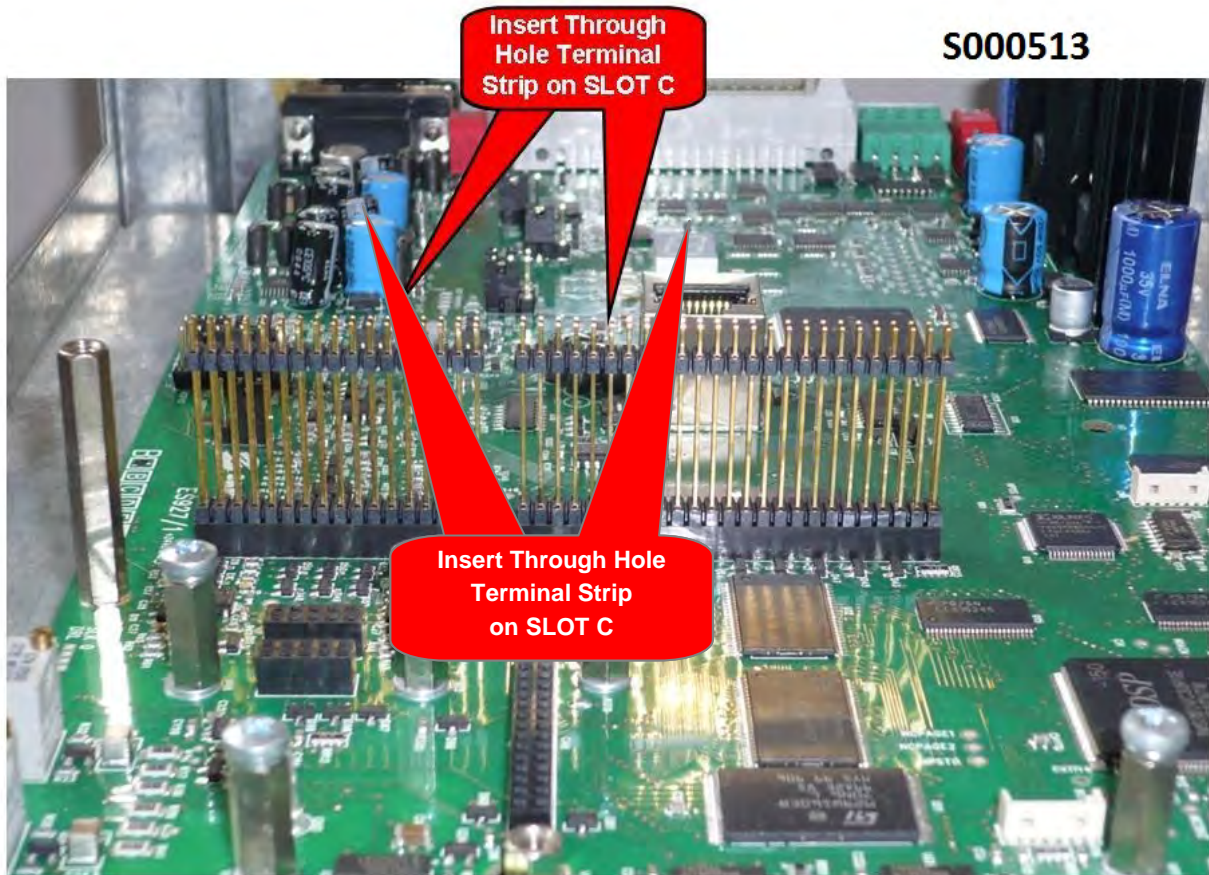

Figura 209: Inserimento pettini nello SLOT C
4. Inserire la scheda nello slot C facendo attenzione ad allineare correttamente i pettini dei contatti con i due connettori dello slot C (CN7A e CN7B): si veda la Figura 209. Se la scheda è correttamente installata si ha l'allineamento tra i quattro fori di fissaggio e le corrispondenti sedi delle viti delle colonnette metalliche di supporto. Dopo aver controllato il corretto allineamento serrare le quattro viti di fissaggio della scheda come mostrato nella Figura 217.